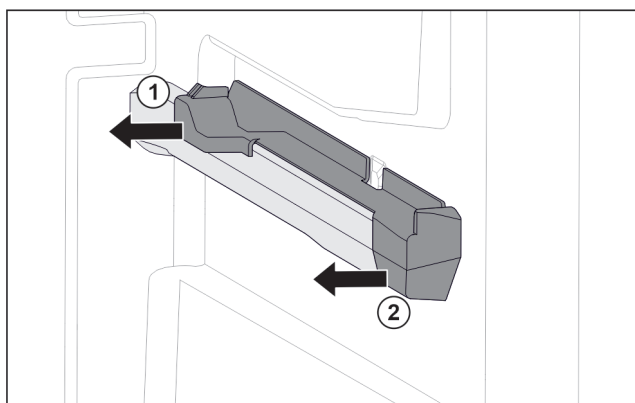

Fig. 33 Élément emboîtable sur la nervure de récipient droite
- Le retirer sur le côté par l'arrière. Fig. 33 (1)
- Le retirer sur le côté par l'avant. Fig. 33 (2)